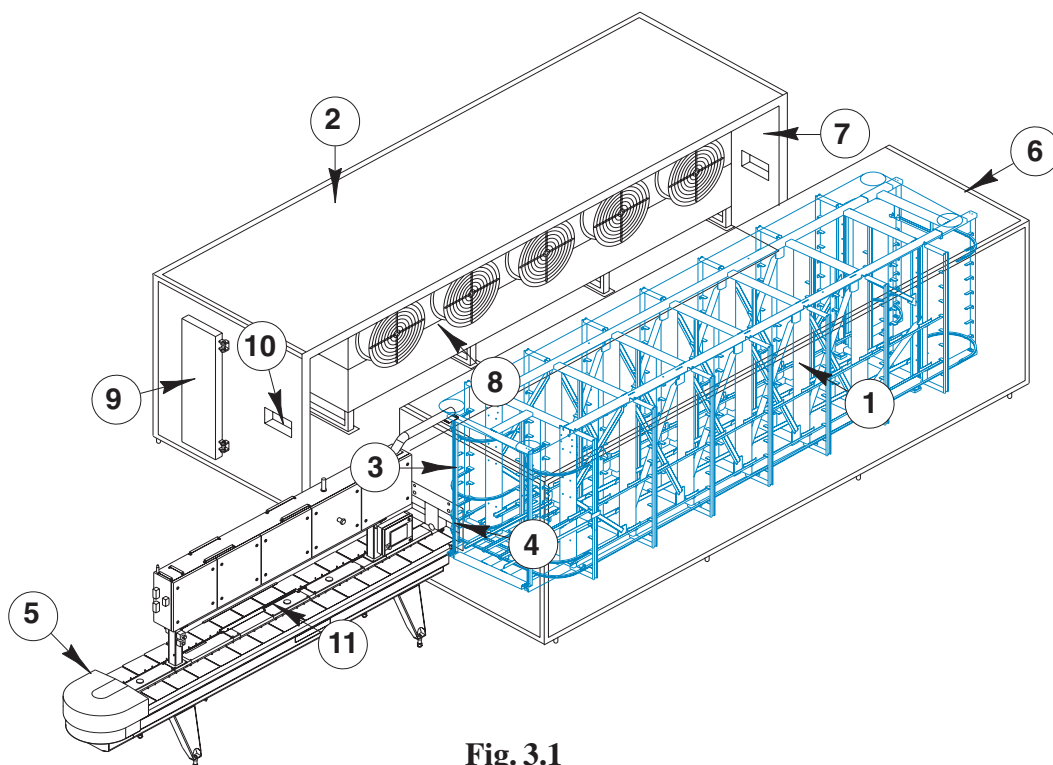

Fig. 3.1
1. Túnel de endurecimiento y evaporador (Pos.1-2, Fig. 3.1)
La sección (Pos.1, Fig. 3.1) contiene el grupo de manejo y transporte de la cadena porta bandejas (Pos.3, Fig. 3.1), y presenta:
- Una ventana (Pos.4, Fig. 3.1) en la pared delantera para el pasaje al banco de trabajo de la cadena porta bandejas (Pos.5, Fig. 3.1).
- Una puerta para el ingreso en la pared posterior (Pos.6, Fig. 3.1).
- Una pared lateral abierta (Pos.7, Fig. 3.1) para la conexión con la sección evaporador.
La sección (Pos.2, Fig. 3.1) contiene el grupo evaporador (Pos.8, Fig. 3.1), y presenta:
- Una puerta para el ingreso (Pos.9, Fig. 3.1) en la pared delantera.
- Ventanas en la pared delantera y en la posterior para la conexión (Pos.10, Fig. 3.1) de una banda transportadora lisa (opcional) cuando la línea está equipada para la producción de productos sin palillo
-Una pared lateral abierta (*Pos. 7, Fig. 3.1*) para la conexión con la sección de manejo.
El grupo de manejo (*Pos. 3, Fig. 3.1*) colocado en el interior de la sección (*Pos. 1, Fig. 3.1*) está constituido por una estructura principal que soporta y guía la cadena porta bandejas donde se encuentran los productos; ésta sigue un recorrido de doble espiral por el tiempo necesario para el endurecimiento de los productos.
En la parte anterior de la estructura principal está colocado el grupo motorreductor, idóneo para funcionamiento a bajas temperaturas que pone en movimiento la cadena porta bandejas y hay también una toma de fuerza para reenviar el movimiento mecánico al banco de trabajo exterior (*Pos. 5, Fig. 3.1*).
El grupo evaporador (*Pos. 8, Fig. 3.1*) colocado en el interior de la sección (*Pos. 2, Fig. 3.1*) está constituido por una batería evaporadora (tubos de cobre y aletas de aluminio para el uso de “freón” – tubos de acero inoxidable y aletas de aluminio para el uso de “amoníaco”) soportada por una estructura de acero inoxidable, y está completada con 5 motoventiladores helicoidales de alto rendimiento idóneos para el funcionamiento a bajas temperaturas. Sobre el paquete con aletas hay tuberías para efectuar la descongelación de agua.
2. Banco de trabajo (*Pos. 5, Fig. 3.1*)
En la parte superior están previstos espacios para la aplicación de las estaciones de trabajo (*Pos. 11, Fig. 3.1*); éstas dependen del tipo de producto a realizar. Siempre en la parte superior se encuentra el cuadro eléctrico principal que incluye todos los dispositivos electro-neumáticos de control de la máquina y el panel de programación y mando. El lado derecho del banco de trabajo está reservado a la producción, mientras que el lado izquierdo está destinado a la ubicación de los sistemas automáticos de retiro y al retiro manual de los productos.